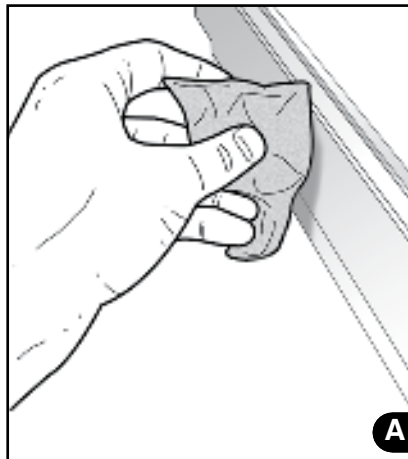

Abb. 3
- 3) Balken sorgfältig mit Alkohol reinigen (Abb. 3).